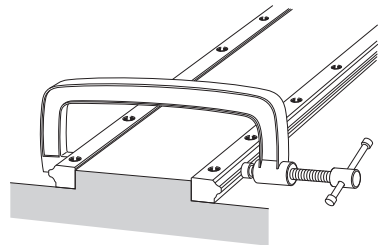

Abb. 22
(2) Die Führungsschienen mit Schraubzwingen oder ähnlichen Hilfsmitteln gegen die Bezugsflächen pressen. Die Befestigungsschrauben einsetzen und von der Mitte aus nach außen der Reihe nach mit einem Drehmomentschlüssel auf das empfohlene Drehmoment festziehen (siehe S. **B1-101**, Abb. 22).